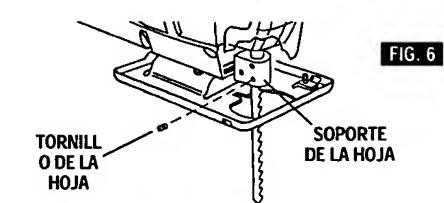

FIG. 6
3. Para uso manual con desplazamiento continuo y sin desplazamiento continuo, introduzca la hoja hasta la profundidad máxima en la posición central del soporte de la hoja directamente debajo del émbolo tal como se muestra en la Fig. 6.